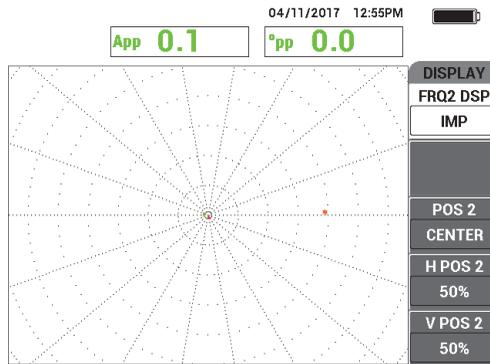

図 5-178 周波数 2 表示メニュー
2. 表示メニューキーを（）2 回押して **FRQ2 表示メニュー**（257 ページの図 5-178 参照）を表示します。